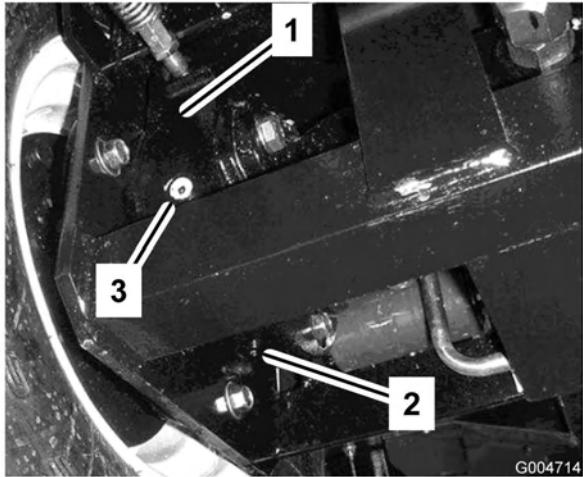

Figura 59
- Collocate una bacinella sotto la scatola del freno, dall'altro lato della ruota (Figura 59).